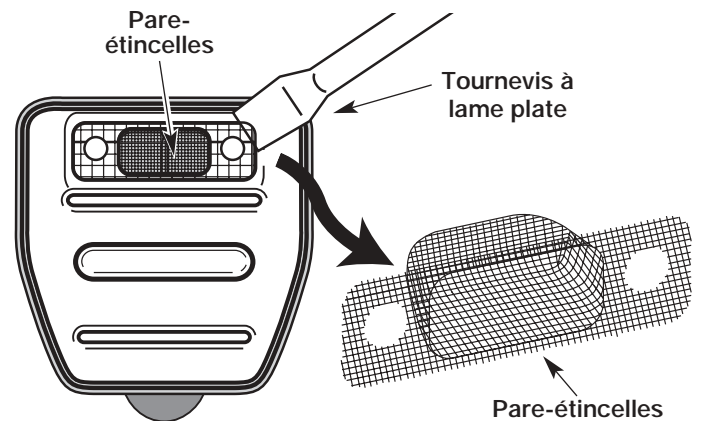

Figure 32
4. Soulevez soigneusement le pare-étincelles de son trou à l'aide d'un petit tournevis à lame plate (Fig. 32). Retirez le pare-étincelles du silencieux.
5. Nettoyez le pare-étincelles à l'aide d'une brosse métallique. Remplacez-le s'il est endommagé ou si vous n'arrivez pas à le nettoyer complètement (Fig. 32).